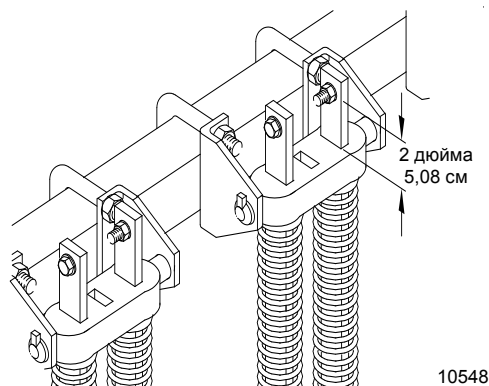

Рисунок 1-9
5. Выровняйте сеялку относительно верхней тяги трехточечной навески. Когда сеялка выровнена, расстояние между литым основанием пружинного штока и горизонтальной поперечиной должно быть около 2 дюймов (5,08 см). См. Рисунок 1-9. Это общие параметры, которые будут меняться в зависимости от почвенных условий и давления на грунт.